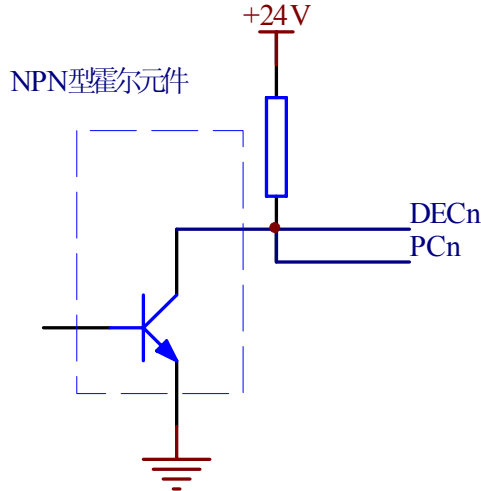

图 2-8 用 NPN 型霍尔元件的连接
a) 用一个 NPN 型霍尔元件既做减速信号又做零点信号时的连接方法如下图 2-8 所示: